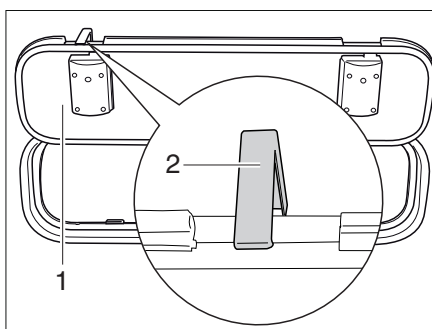

Bild 54 Säkringshake utvändig lucka
- Öppna den utvändiga luckan (Bild 54,1) och vrid säkringshaken (Bild 54,2) på fordonsväggen uppåt.
- Tryck säkringshaken (Bild 54,2) uppåt.